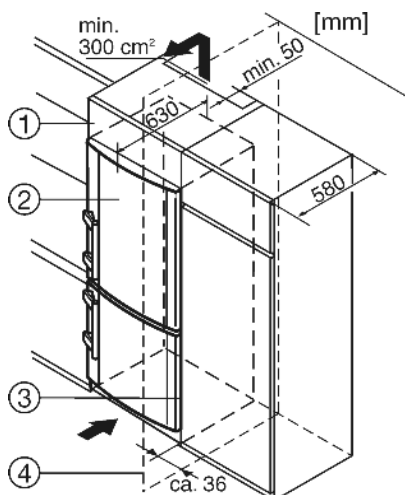

Fig. 11
(2) Устройство
Устройство может быть окружено предметами кухонной обстановки. Чтобы уравнивать устройство Fig. 11 (2) по высоте с кухонной стенкой, можно установить над устройством соответствующий дополнительный шкафчик Fig. 11 (1).
При комбинировании с обычными кухонными шкафами (глубиной макс. 580 мм) устройство можно установить непосредственно рядом с кухонным шкафом Fig. 11 (3). Дверца устройства выступает по сторонам на 34 мм и по центру устройства на 50 мм относительно передней стенки кухонного шкафа. Поэтому ее можно свободно открывать и закрывать. Важно для вентиляции:
Если устройство установлено на шарнирах у стены Fig. 11 (4), то расстояние между устройством и стеной должно быть не менее 36 мм. Настолько выступает ручка при открытой дверце.
(4) Стенка